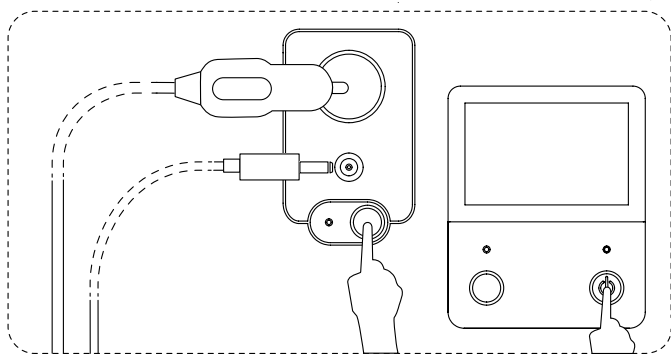

Рисунок 7. Схема використання виробу для живлення побутових пристроїв постійного струму.
5.2.2.3 Живлення побутових пристроїв постійного струму (рис. 7).